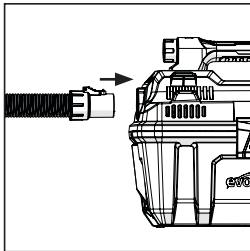

FIG. 5
- Sätt in ena änden av slangen i utblåsningsporten. (Fig. 5)